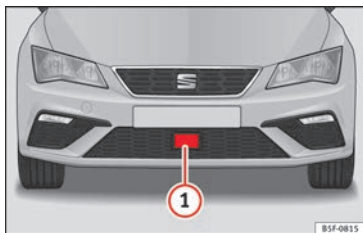

Fig. 210 Sul paraurti anteriore: sensore radar.
A veicolo fermo spegnere il motore, quindi riavviarlo. Controllare l'area dello stemma SEAT nella parte anteriore »»» **fig. 210** (verificare che non sia sporco, ghiacciato o abbia subito urti). Se continua a non funzionare, rivolgersi a un'officina specializzata per far controllare il sistema.
» fig. 210 ①.
Questa indicazione per il conducente viene visualizzata se la visibilità del sensore radar è ridotta a causa, ad esempio, di foglie, neve, nebbia fitta o sporcizia. Pulire lo stemma SEAT » fig. 210.